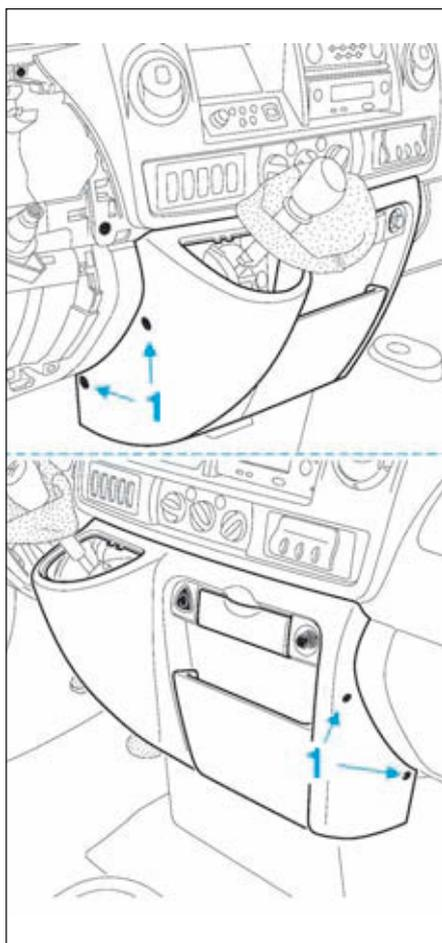

FIG.48
- Déposer les vis de fixation (1) (Fig.48).